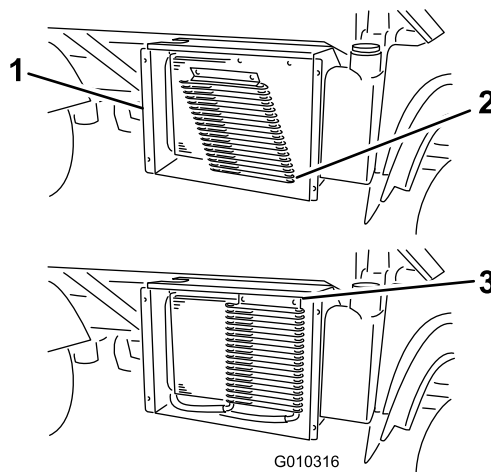

Figura 53
- Se presenti, ruotate i fermi e spostate il refrigeratore dell'olio dal radiatore (Figura 53).